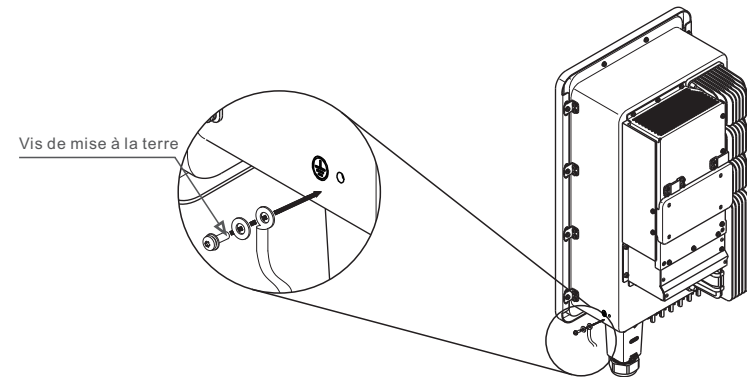

Figure 5.9 Câble sécurisé
6. Connectez le câble de mise à la terre au point de mise à la terre du dissipateur thermique puis serrez la vis de mise à la terre. Le couple de serrage étant 3-4Nm (voir figure 5.9).